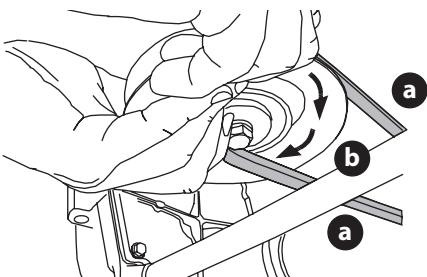

Figura 38
- d. Mientras sostiene la correña de la PTO (a) hacia abajo, siga girando la polea de la PTO (b) hasta que la correña de la PTO (a) se deslice fuera de la polea (b) (Figura 38).
8. Tire del lado derecho de la correa de la PTO hacia atrás y coloque el lado 'V' angosto de la correa de la PTO en la polea de la PTO (Figura 38 en la página 64).
9. Mientras sujetá la correa de la PTO y la polea de la PTO juntas, gire la polea de la PTO hacia la izquierda (Figura 38 en la página 64). Siga sosteniendo y rotando la polea de la PTO y la correa de la PTO hasta que la correa de la PTO se enrolle totalmente en la polea de la PTO.